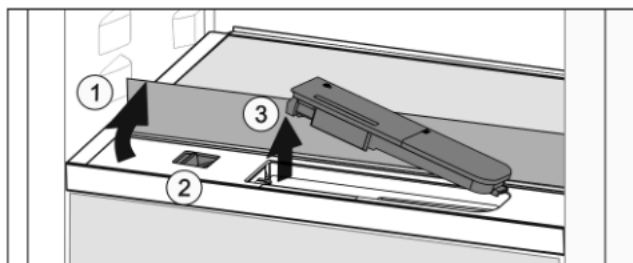

Fig. 56
- ▶ Sollevare il ripiano di vetro e ribaltarlo all'indietro fino all'arresto Fig. 56 (1).
- ▶ Spostare il cursore Fig. 56 (2) a sinistra.
- ▶ Rimuovere il serbatoio dell'acqua Fig. 56 (3).